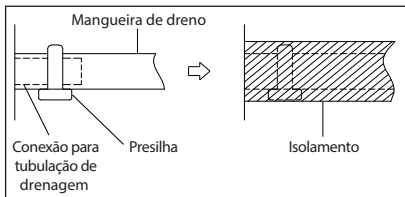

FIG. 64
- Encaixe a boca da mangueira de dreno na conexão para tubulação (na unidade) e fixe-as firmemente com uma presilha (Fig. 64).
- Faça o isolamento térmico da tubulação para evitar condensação e vazamento (Fig. 64).